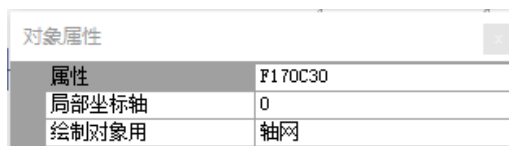

图 4-35 对象属性对话框
4. 将图 4-35 中的楼板属性修改为 **F200C30**
7. 依次点击图 4-35 中的 1、2、3、4 轴网交点，按回车键完成楼板布置。